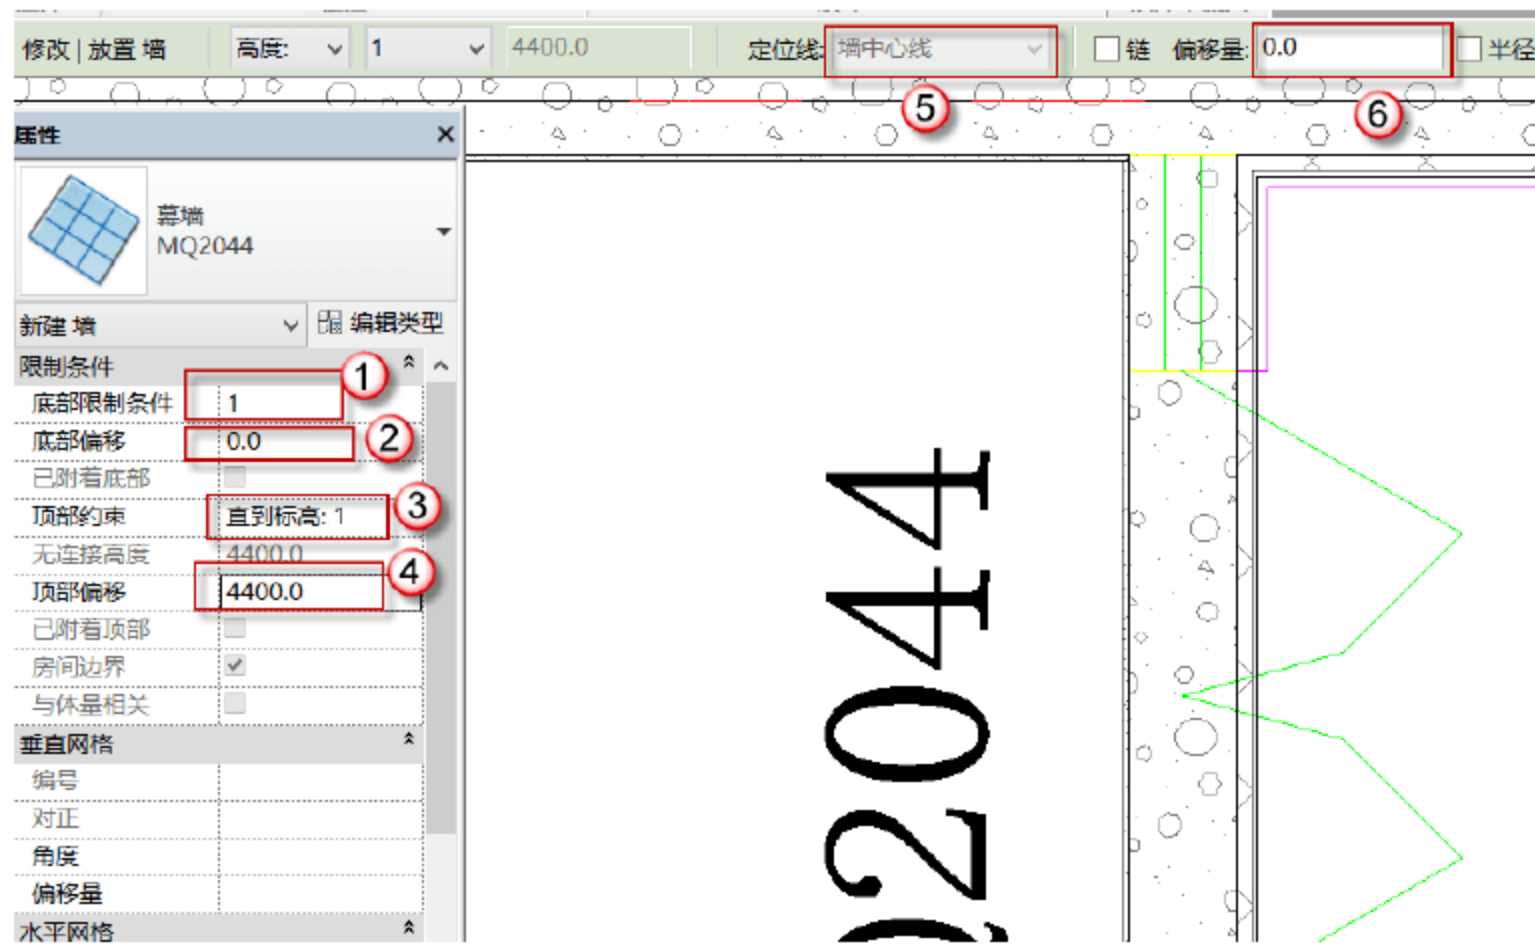
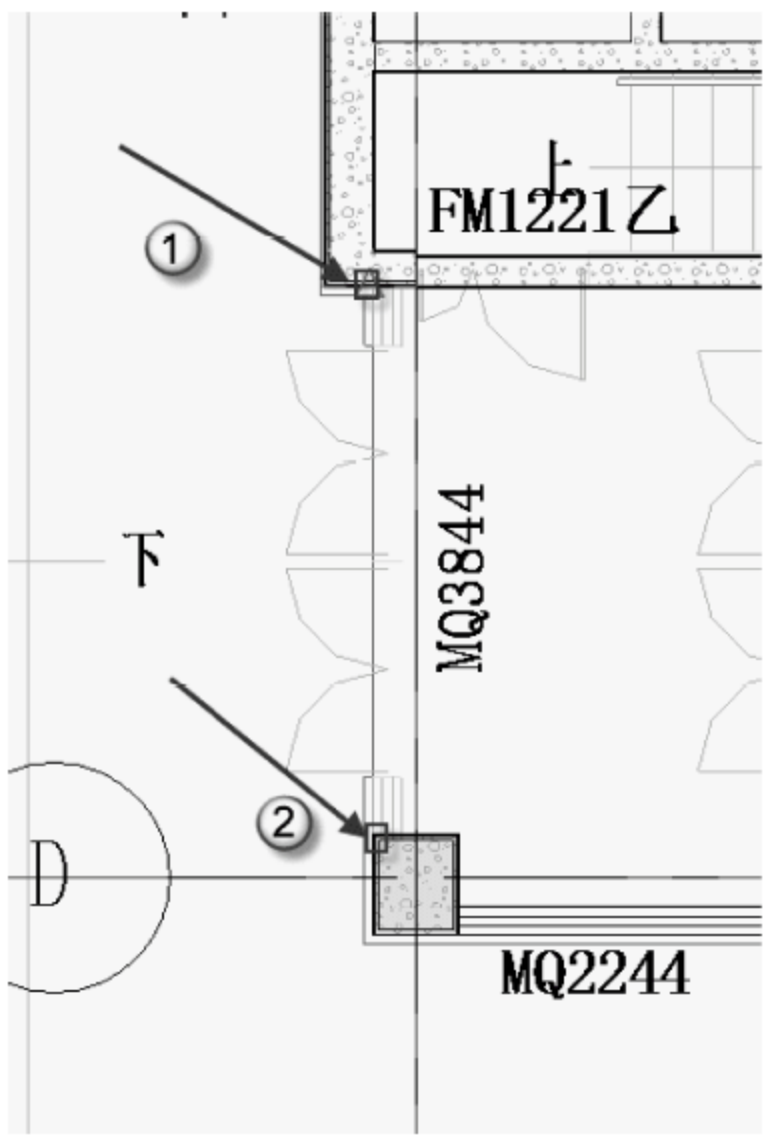
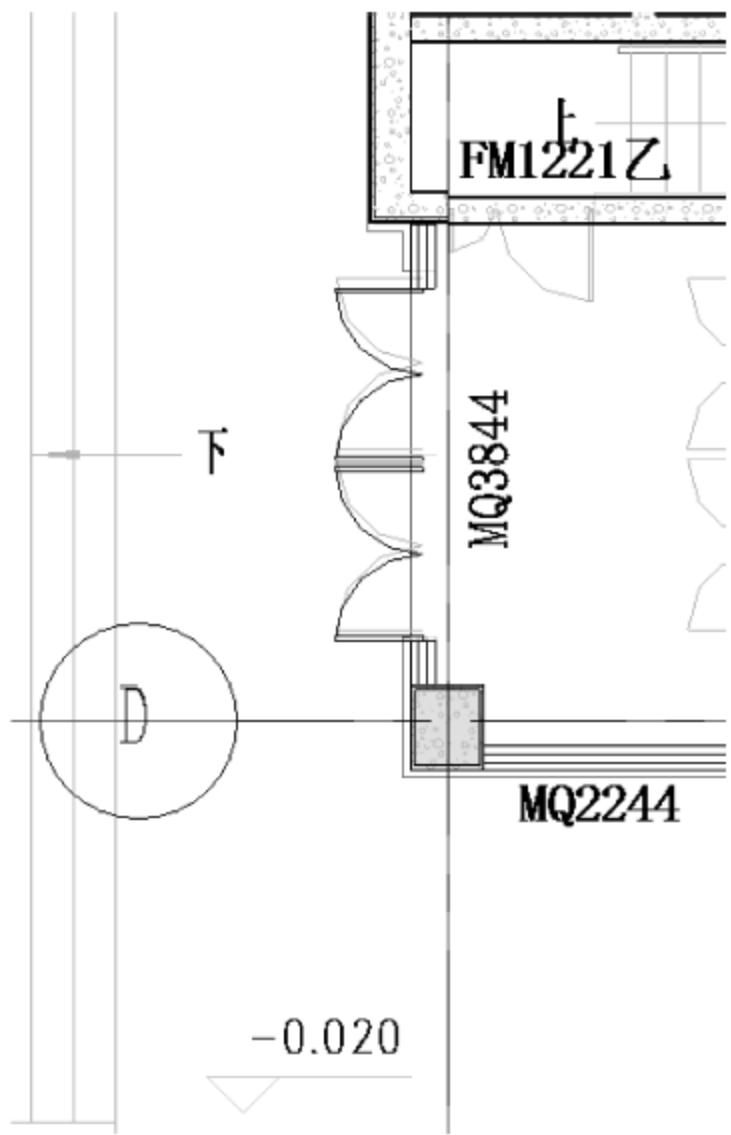

图 10.3.25 “MQ3844” 的绘制参数设置
图 10.3.26 “MQ3844”的绘制捕捉点
图 10.3.27 “MQ3844”绘制完成图
(3) “MQ3844”的绘制。选择“建筑”→“墙”→“MQ3844”命令，也可以直接按快捷键 W+A，再选择“MQ3844”。设置“MQ3844”的绘制参数，将“底部限制条件”改为“1”，“底部偏移”为“0”，“顶部约束”为“直到标高：1”，“顶部偏移”为“4400mm”，“定位线”为“墙中心线”，“偏移量”为“100mm”，如图 10.3.25 所示。参数设置完成后依次捕捉如图 10.3.26 所示的“1”点和“2”点绘制出“MQ3844”，绘制完成后如图 10.3.27 所示。